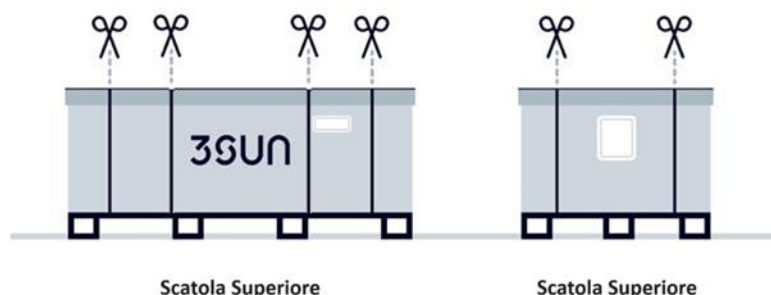

Figura 21: Scatola superiore, cinghie della scatola esterna.
- a) Tagliare le cinghie esterne della scatola (Figura 21)